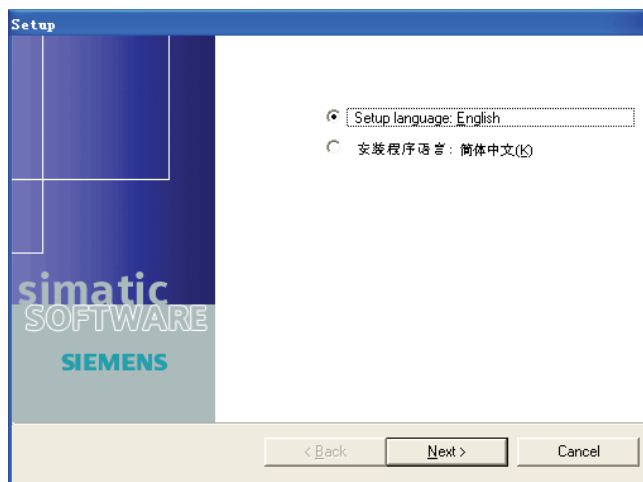
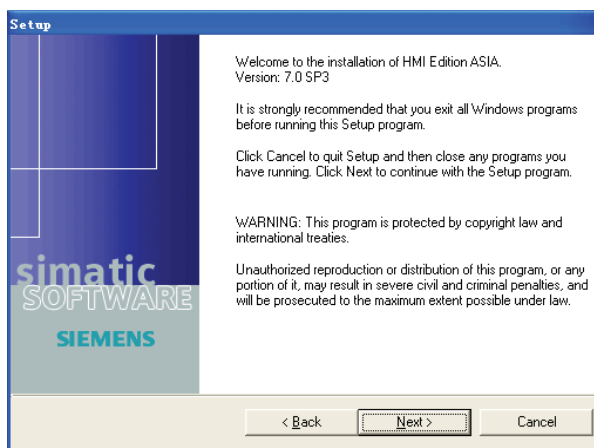

图 2-8 安装程序语言选择
图 2-9 语言选择
1) 将安装光盘插入光驱中，双击“Setup.exe”文件，弹出如图 2-8 所示的界面，选择安装语言，单击“Next”按钮，弹出如图 2-9 所示的界面，单击“Next”按钮。